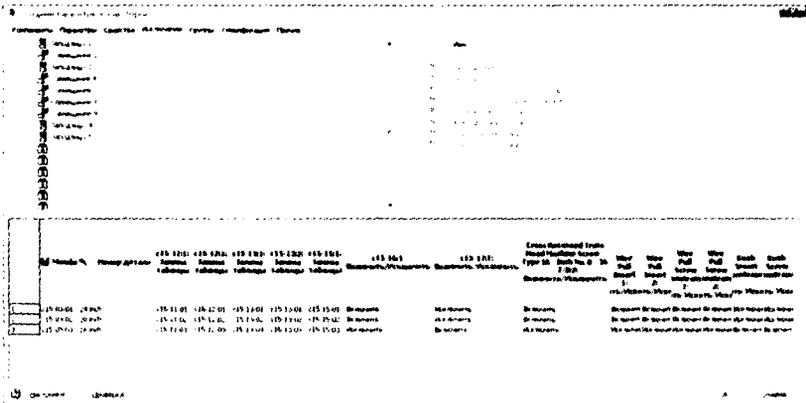

Рис. 15.16. Пример того, как много опций может управляться в параметрической детали и сборке
19. Проверьте все установки по рис. 15.16.